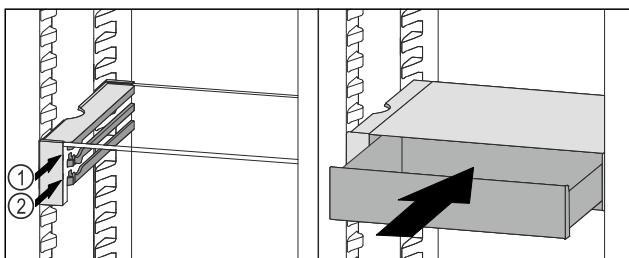

Fig. 113
- Установите выдвижной ящик VarioSafe за стопоры на требуемый выступ *Fig. 113 (1)* или *Fig. 113 (2)*.